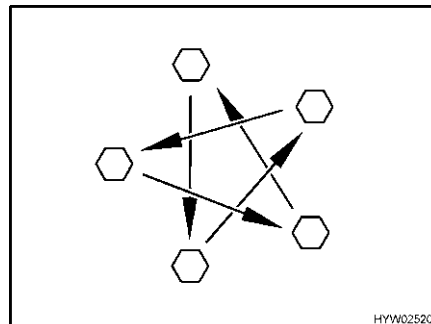

Bild 227 Dra åt hjulmuttrarna eller hjulbultarna korsvis
- Kontrollera regelbundet att hjulmuttrarna eller hjulbultarna är ordentligt åtdragna. Om du har bytt däck ska hjulmuttrarna eller hjulbultarna dras åt korsvis efter 5 mils körning (Bild 227). Åtdragningsmoment se avsnitt 13.5.2.
- ▷ Dra åt hjulmuttrarna eller hjulbultarna korsvis (Bild 227).